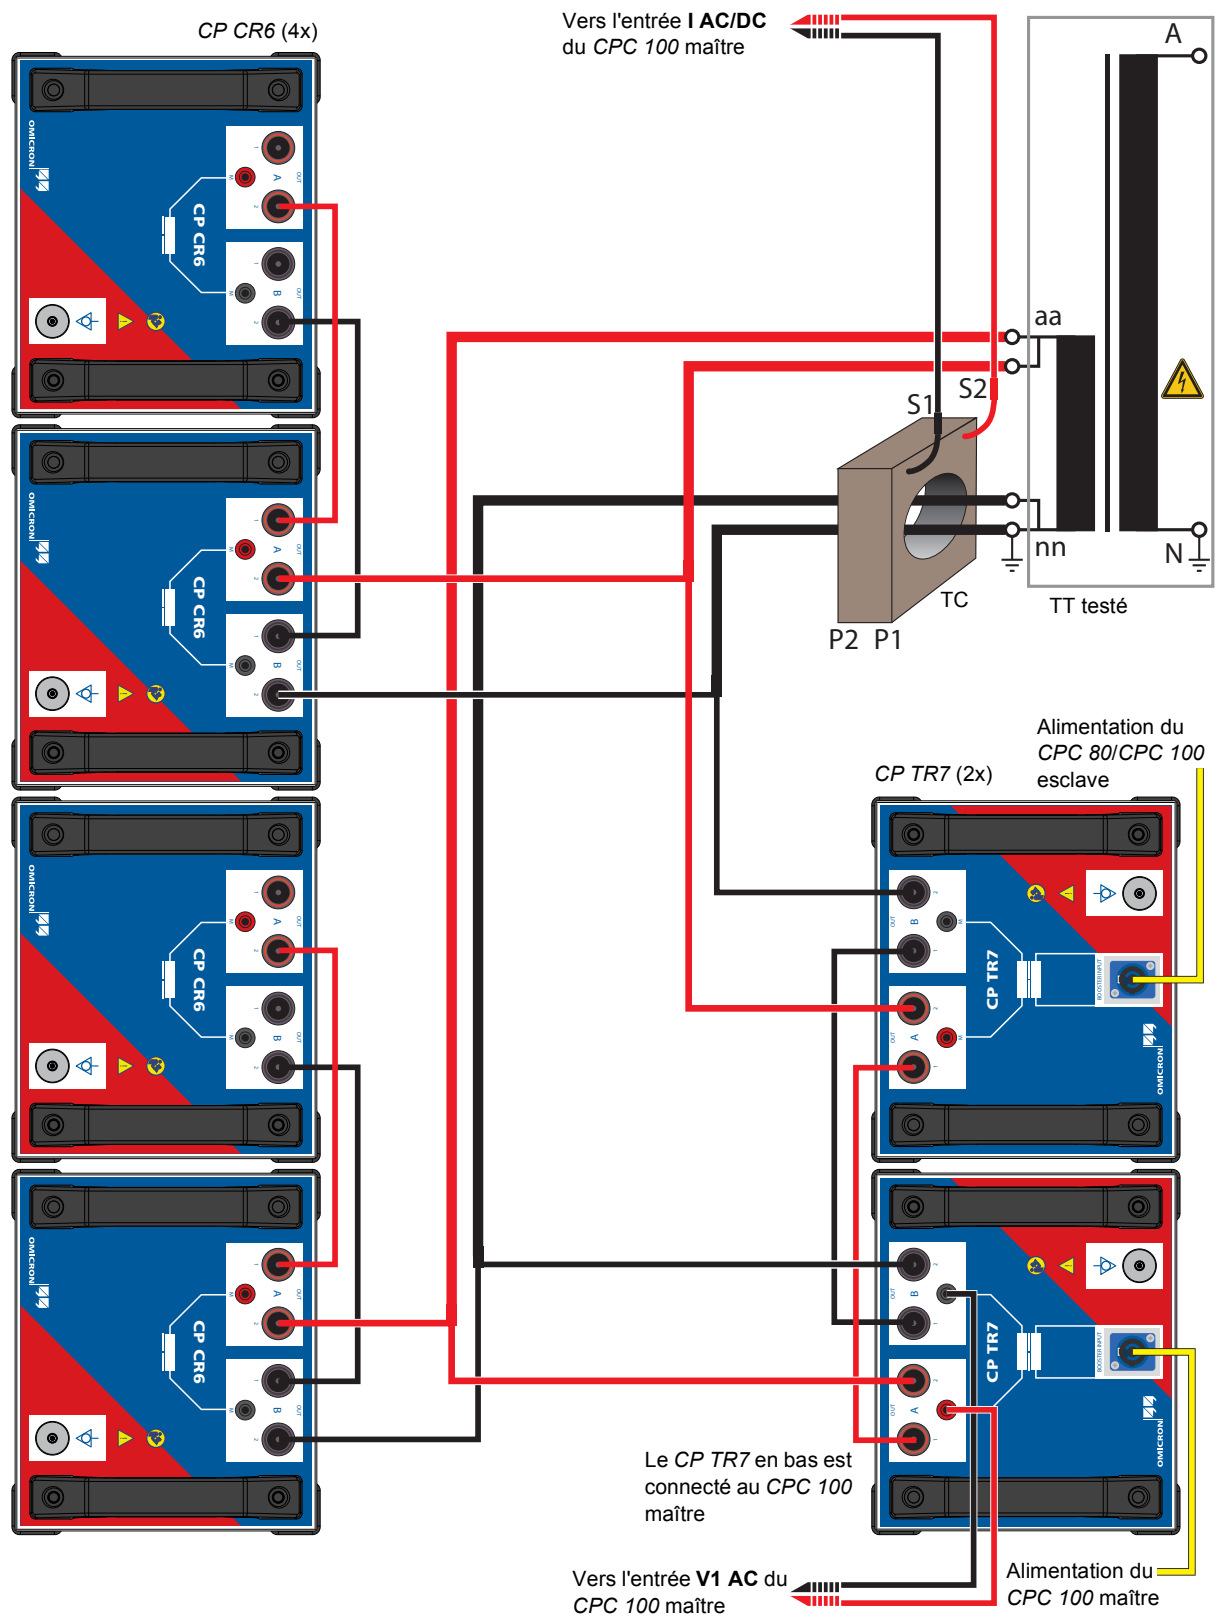

Figure 5-7: Montage facultatif pour 1,05 mH
8. Pour la mesure du courant à l'entrée du TT de puissance, connecter le transformateur de courant fourni comme indiqué à la figure 5-7 sur la page suivante.